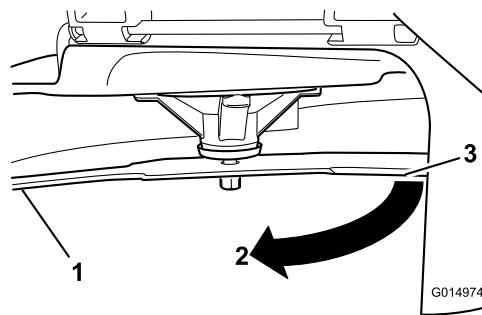

Figura 61
3. Distância medida entre a lâmina e a superfície (A)
4. Rode a mesma lâmina 180 graus para que a extremidade de corte oposta fique na mesma posição (Figura 61).